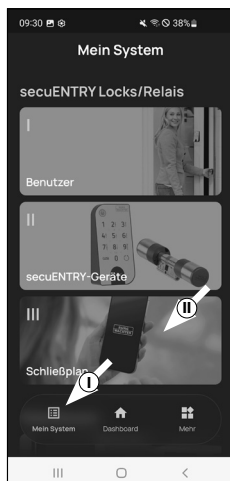

Abb. 1
- 2 Ouvrez le menu « Mon système » (I) (Fig. 1).
- 3 Appuyez sur le quatrième élément du menu « III - Plan de fermeture » (II) (Fig. 1).